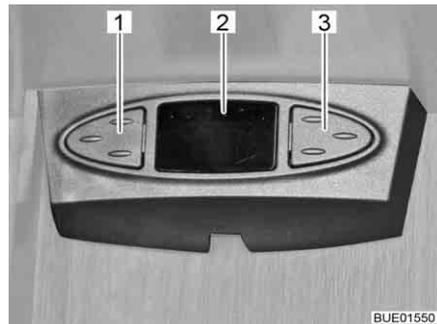

Fig. 35 Mouse satellitare
A seconda del modello l'impianto satellitare è equipaggiato con un mouse satellitare. Il puntatore (Fig. 35,2) del mouse satellitare indica il canale impostato. I due tasti permettono di controllare le funzioni base dell'impianto satellitare (cambio emittente, accensione/spegnimento).
- Selezionare l'emittente precedente dall'elenco delle emittenti: Premere il tasto di sinistra (Fig. 35,1).
- Selezionare l'emittente successiva dall'elenco delle emittenti: Premere il tasto di destra (Fig. 35,3).
- Passaggio tra radio e TV: Premere brevemente e contemporaneamente i tasti (Fig. 35,1 e Fig. 35,3).
- Accensione/spegnimento del ricevitore: Premere contemporaneamente e tenere premuti i tasti (Fig. 35,1 e Fig. 35,3).